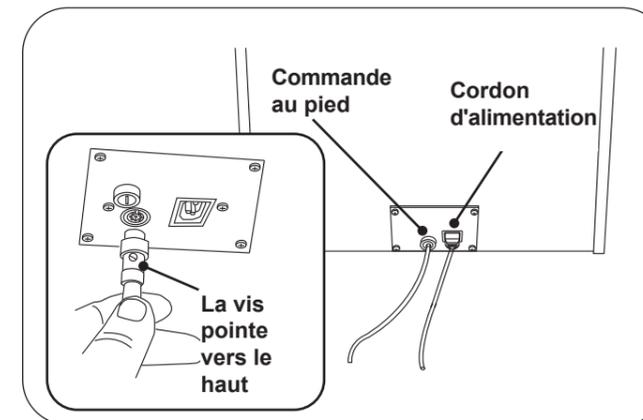

Figure 26. Prises pour cordon d'alimentation et pédale de commande
2. Insérez l'extrémité femelle du cordon d'alimentation dans la prise sur la table (Figure 26). Assurez-vous que la fiche est bien en place.
1. Insérez la fiche mâle du cordon de la pédale de commande dans la prise de la table (Figure 26). Assurez-vous que les broches sont correctement orientées et que la fiche est bien en place.